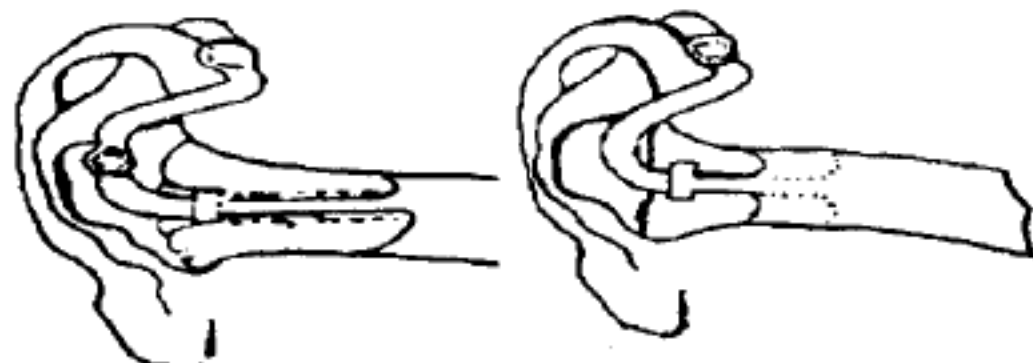

图 11-17 长、短型耳模
3. 长型耳模适用于重度聋和极重度聋;短型耳模适用于中度聋、中重度聋和部分重度聋(见图 11-17)。